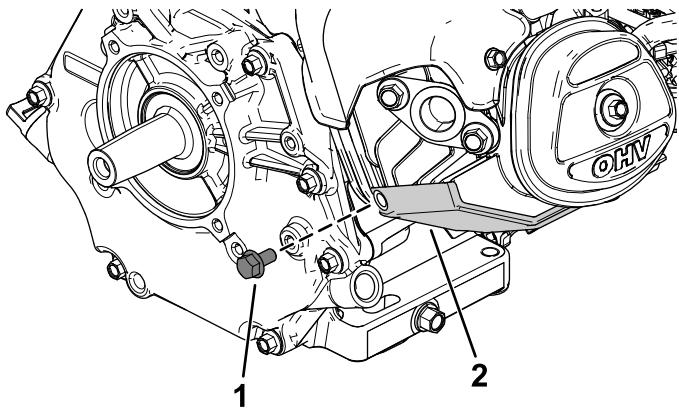

Figura 3
1. Retire o parafuso da superfície de montagem do motor (Figura 3).